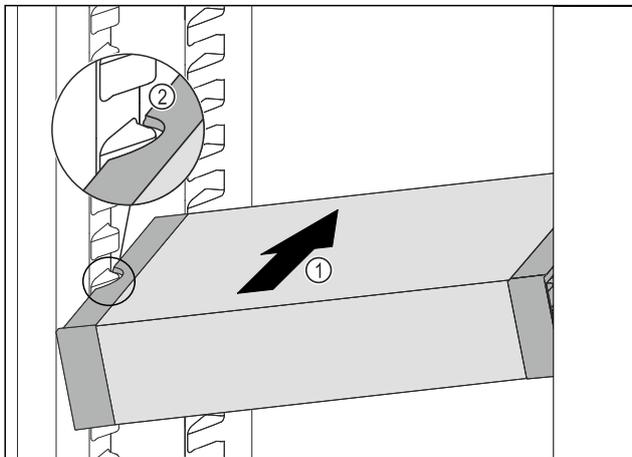

Fig. 96
- Împingeți VarioSafe oblic în frigider Fig. 96 (1), până când degajările laterale Fig. 96 (2) ale VarioSafe se află la înălțimea nervurii recipientului din frigider.